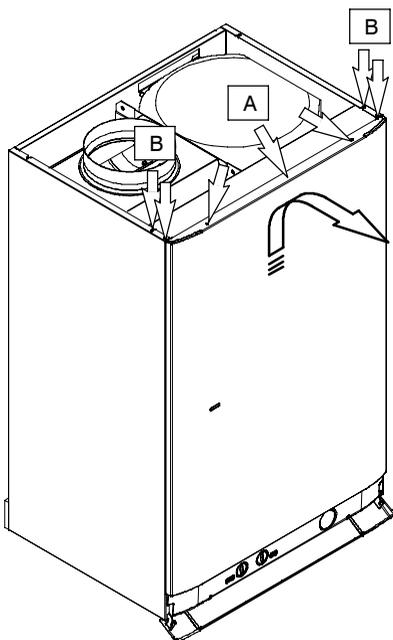

fig. 9.1
- 1 Togliere le viti "A". Rimuovere il pannello frontale spostandolo verso l'alto in modo da liberarlo dai ganci inferiori fig. 9.1
- 2 Togliere le viti "B" fig. 9.1 e rimuovere la traversa.